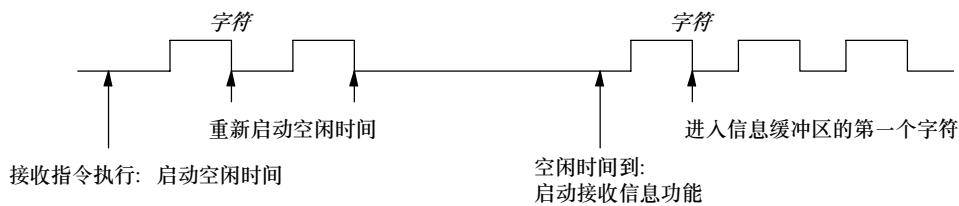

图6-11 用空闲时间检测来启动接收指令
1. **空闲线检测:** 空闲线条件是指在传输线上一段安静或者空闲的时间。在SMW90或者SMW190中指定其毫秒数。当接收指令在程序中执行时，接收信息功能对空闲线条件进行检测。如果在空闲线时间到之前接收到任何字符，接收信息功能会忽略那些字符并且按照SMW90或者SMW190中给定的时间值重新启动空闲线定时器。参见图6-11。在空闲线时间到之后，接收信息功能将所有接收到的字符存入信息缓冲区。